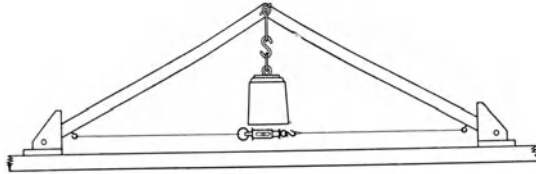

Fig. 38.
b) Hänge die Last ( $10 \text{ kg}^*$ ) an (Fig. 38), lies in der üblichen Weise die Federwage ab und verbessere die Ablesung. Miß den Dachstuhl aus und zeichne das Lagebild (Fig. 39a), wähle dabei als Längenmaßstab  $1 \text{ m} \sim 10 \text{ cm}$  und als Kräftemaßstab  $1 \text{ kg}^* \sim 1 \text{ cm}$ .
c) Im linken untern Knoten *I* greifen folgende Kräfte an: Die Gegendruckkraft des Auflagers, die senkrecht nach oben wirkt und gleich der halben Belastung  $\frac{1}{2} \mathfrak{F}$  des Daches ist (das Gewicht des Stuhls wird vernachlässigt), die Druckkraft des schrägen Stabes (1)